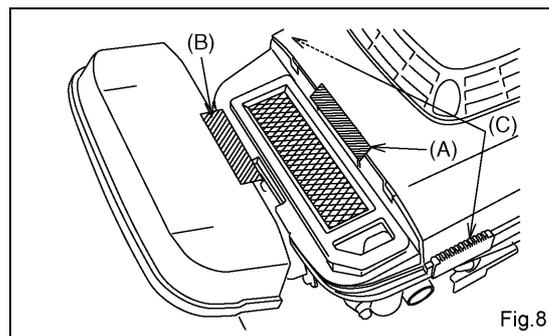

Fig.8
(3) エアクリーナボディ (C) へ、スポンジエレメント (B)、次に濾紙エレメント (A) の順に取り付けて下さい。
(4) エアクリーナボディ溝部 (A) にエアクリーナケースの突起部 (B) をはめ込んで、エアクリーナケースをエアクリーナボディに取り付けます。最後に両側の止め金 (C) をエアクリーナケース方向へ動かして、エアクリーナケースをエアクリーナボディへしっかりと組み付けて下さい。(Fig.8)